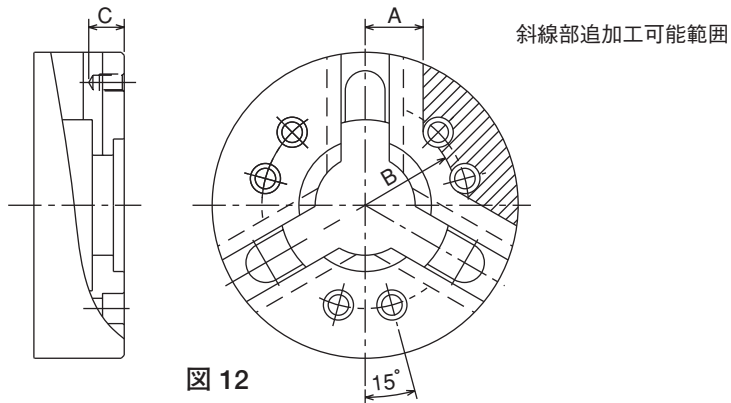

図 12
- ・チャックボデー表面にロケータや治具を取り付ける場合は、図12 に示す追加加工範囲内に穴明けを行ってください。